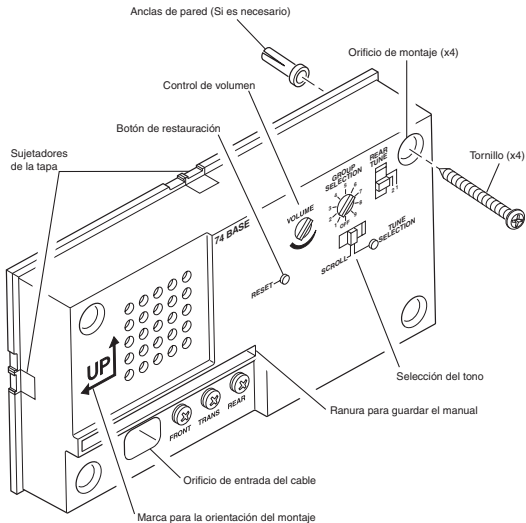

Figura 1
- Ver la unidad real para la orientación de la base (vea la Figura 1).
- Encaminar los cables a través de los orificios de entrada del cable (vea la Figura 1).
2. Coloque la perilla "Selección del Grupo" en el número de grupo deseado (vea la Figura 1). *Nota:* No se tocará ningún tono si la perilla "selección del grupo" está en la posición "OFF"
2. Coloque la perilla "Selección del grupo" en el número de grupo deseado (vea la Figura 1)
1. Coloque el interruptor "tono posterior" en la posición deseada (vea la Figura 1)